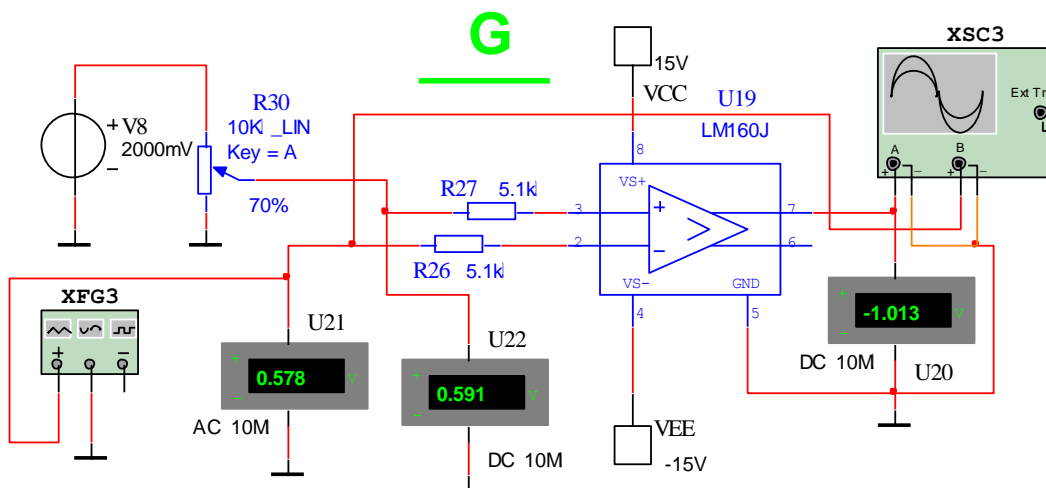

Рисунок 2.7
2.8 Активировать программу (меню «Simulate/Run») и провести эксперимент со схемой сравнивающего усилителя (схема G, рисунок 2.7) - компаратора.